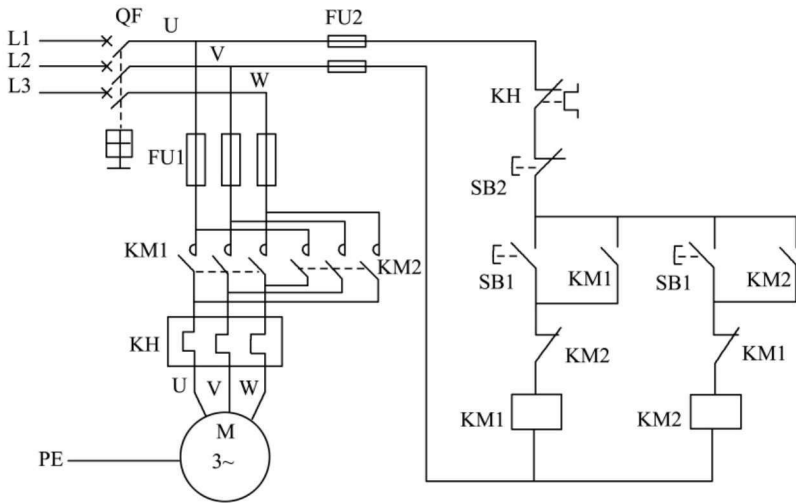

图0-3 电气控制线路举例
2. 能正确识读电路图,说出电路工作过程,并能知道电路中电动机的控制、保护方式。能正确绘制简单的电气控制线路(图0-3)。